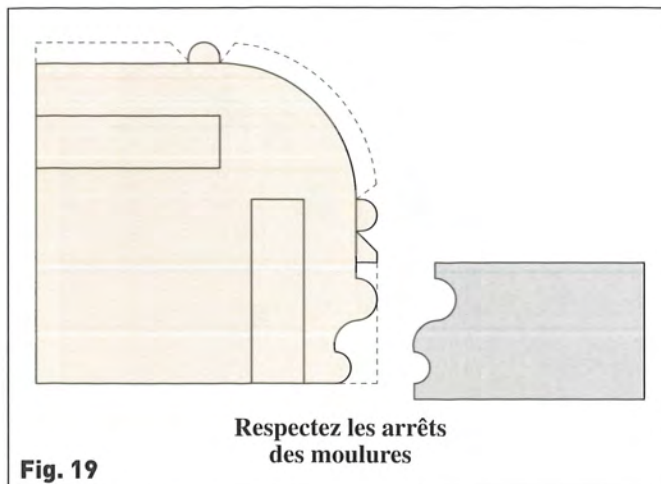

Fig. 19
Réalisez sur les montants les moulures formant le cadre des panneaux. Marquez les arrêts de ces moulures (Fig. 18). Employez les mêmes fers que ceux qui ont servi à réaliser la moulure intérieure des portes de l'armoire et effectuez cette moulure (Fig. 19). Il faut toujours que le sommet de la moulure affleure le parement. Le porte-outils étant parfaitement réglé, procédez au toupillage de la moulure des traverses (3) et (6).